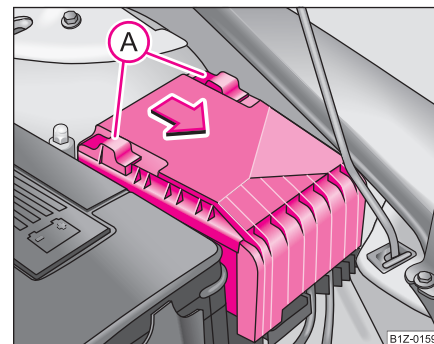

Fig. 213 Cubierta de fusibles en el vano motor
- Desplazar el estribo de seguridad (A) ⇒ fig. 213 hasta el tope; detrás del estribo de seguridad aparecerá el símbolo ; retirar la cubierta.